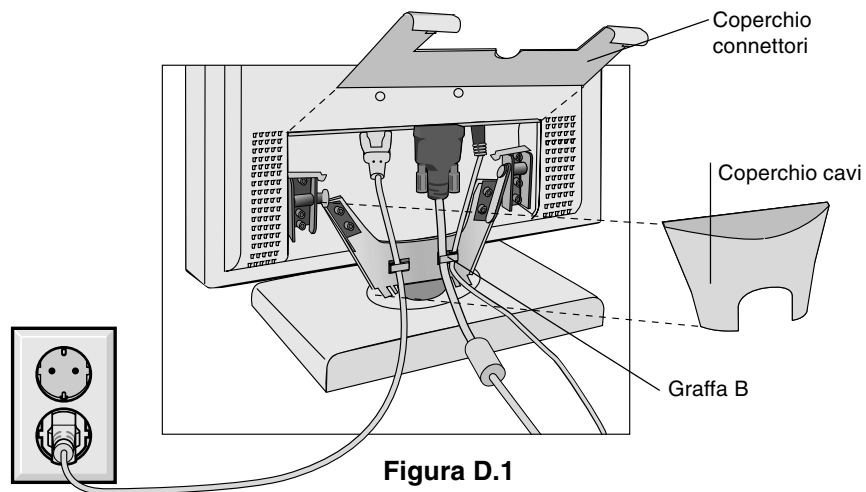

Figura D.1
4. Collegare il mini D-SUB a 15 pin del cavo segnale video all'appropriato connettore sul retro del monitor (**Figura D.1**). Far passare il cavo segnali video sotto la graffa B.
6. Collegare un'estremità del cavo di alimentazione al monitor MultiSync della serie LCD e l'altra estremità alla presa di alimentazione. Far passare il cavo segnali video e il cavo alimentazione AC sotto le graffette (**Figura D.1**). Sostituire il coperchio connettore e il coperchio cavo.